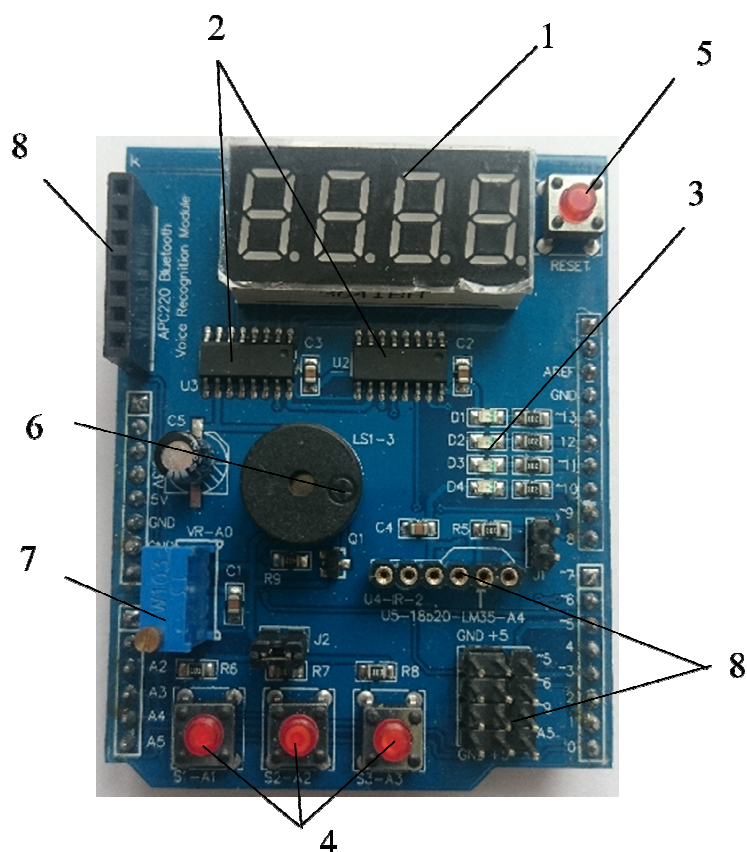

Рисунок 2 – Плата расширения Multi-Function shield
*pin* – номер вывода или его обозначение (см. рисунок 2: аналоговые входы и кнопки – A0–A5, светодиоды – D1–D4. ), которые в данный момент настраиваются;